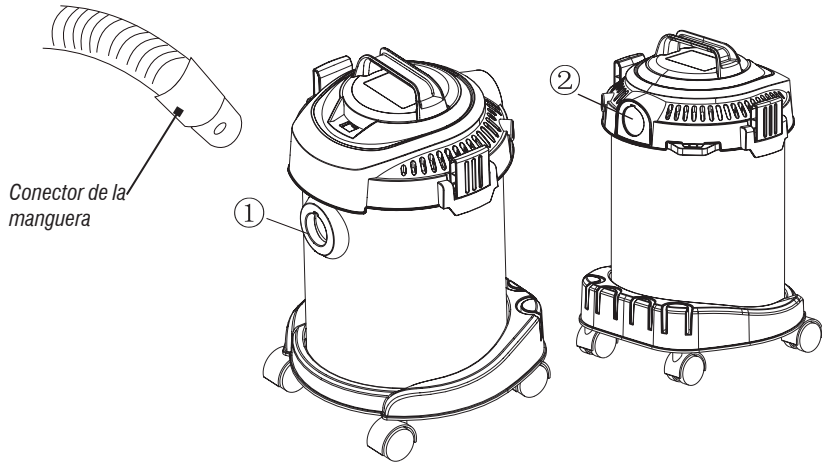

Fig. 4 – Encaje de la manilla para transporte
- Encaje el conector de la manguera en la boca de la conexión, conforme muestra la Fig. 4.